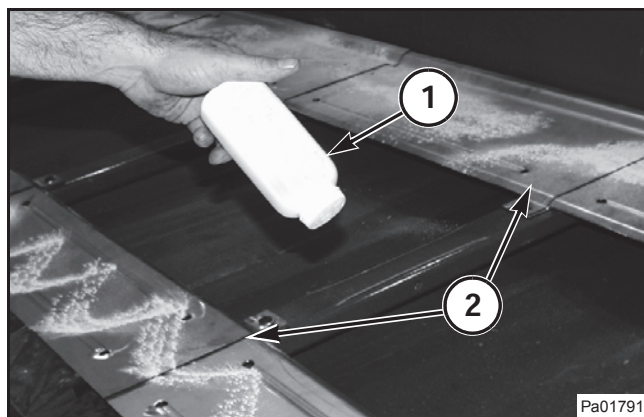

FIG. 19
FIG. 19: Aplique polvo de talco (1) en las guías de la lona (draper) superior (2). El polvo de talco ayuda a lubricar la lona (draper) y el rodillo, durante el ablandamiento.